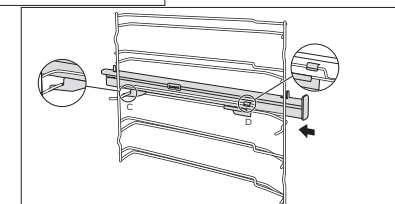

Rys. 1
- Podnieś jeden koniec przedłużenia teleskopowego Rys. 1 siłą